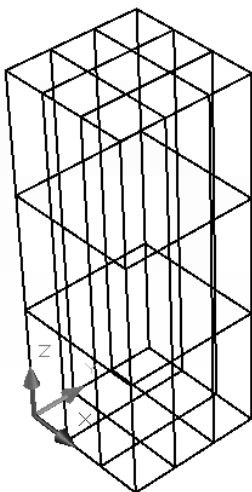

Рис. 11.22. Исходный параллелепипед для построения криволинейной формы
1. Создайте параллелепипед с 3 делениями на каждой из его сторон и уровнем сглаживания, равным 0. Размеры сторон его основания одинаковые и равны 150, а высота равна 400 (рис. 11.22).